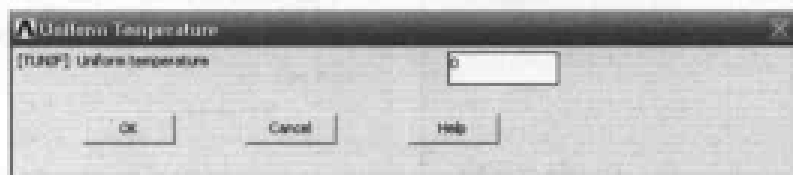

图 12-10 施加均匀温度载荷对话框
(1) 选择 Main Menu | Solution | Analysis Type | New Analysis 命令, 出现 New Analysis 对话框, 选择分析类型为 Transient, 单击 OK 按钮, 出现 Transient Analysis 对话框, 采用其默认设置, 单击 OK 按钮关闭该对话框。
(2) 选择 Main Menu | Solution | Define Loads | Apply | Thermal | Temperature | Uniform Temp 命令, 出现 Uniform Temperature 对话框, 在 [TUNIF] Uniform temperature 文本框中输入 0, 如图 12-10 所示, 单击 OK 按钮关闭该对话框。